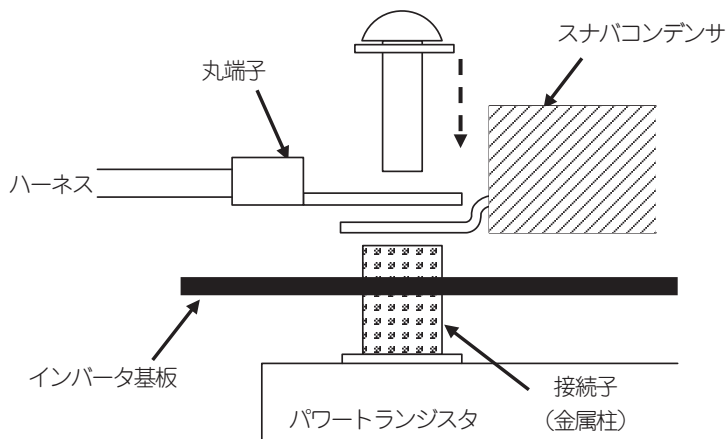

図5 パワートランジスタへのハーネスとスナバコンデンサ取付方法
- 基板交換後、図5のようにパワートランジスタへスナバコンデンサを取付け、コネクタやハーネス等を全て元の状態に戻してください。（コネクタ接続後、**半挿しが無い様** 確認してください。）